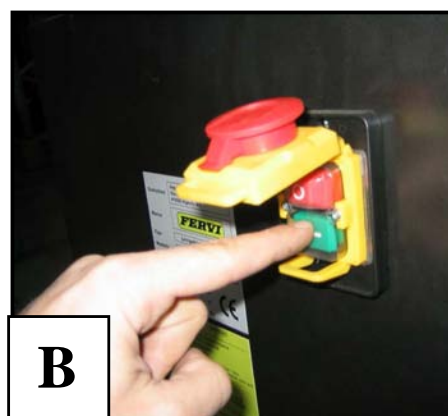

Figura 26 – Avviamento delle levigatrici (A: Art. 0505 – B: Art. 0662).
Per avviare le levigatrici, premere il pulsante verde, marcato con il simbolo (I), come riportato nella figura 26.
2. Premere il pulsante verde di avviamento (figura 26).
1. Premere il pulsante verde di avviamento (figura 26).
2. Premere il pulsante verde di avviamento (figura 26);